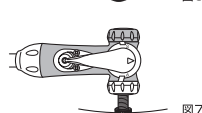

図8
- 4 口金レバーを「P」の位置に倒します。(図8) (内部のパッキンが閉じます)